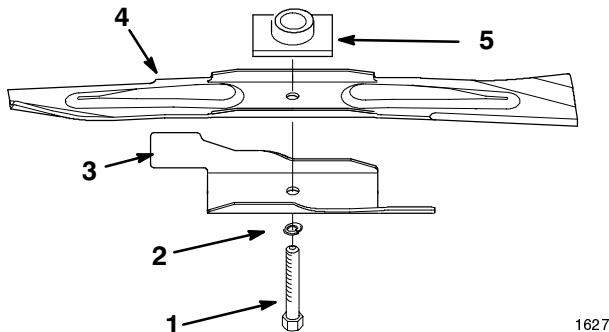

Figure 68
2. Enlevez le boulon de lame et la rondelle de blocage, l'accélérateur et la lame (Fig. 68).
1. Placez la lame sur l'axe et le dispositif d'entraînement, les extrémités incurvées dirigées vers la tondeuse, et le dispositif d'entraînement logé dans le creux de la lame (Fig. 68).
2. Montez l'accélérateur, la rondelle et le boulon de lame (Fig. 68).